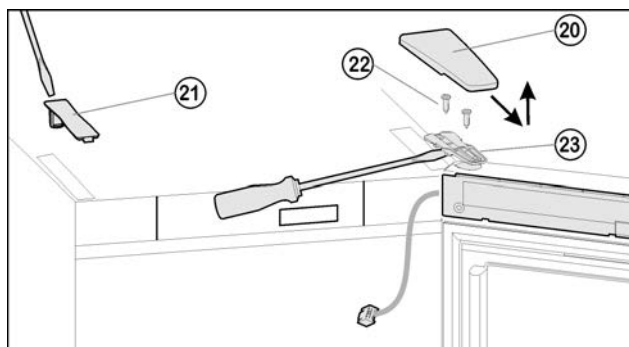
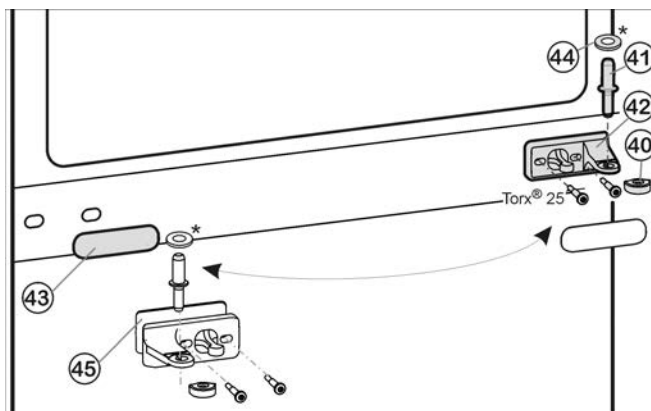
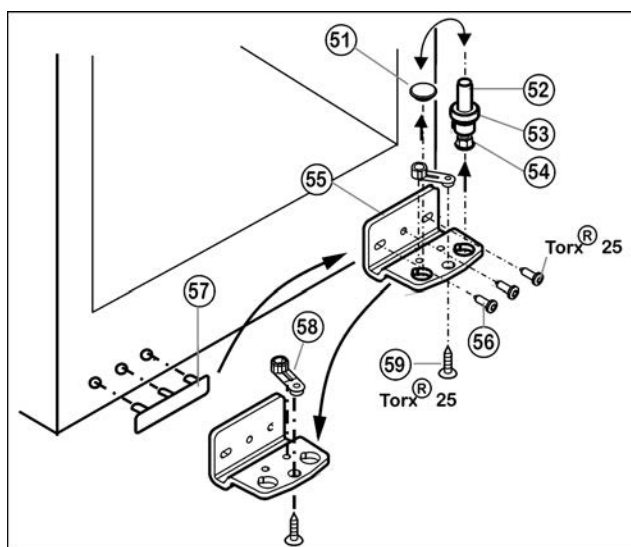

Fig. 6
Fig. 7
Fig. 8
- ▶ Крышку Fig. 6 (20) снимите движением вперед и вверх
- ▶ Снимите крышку Fig. 6 (21).
- ▶ Полностью выверните винты Fig. 6 (22).
- ▶ Снимите дверцу вместе с опорным кронштейном Fig. 6 (23) и кабелем вверх. Для снятия, возможно, понадобится осторожно подцепить опорный кронштейн снизу шлицевой отверткой.
- ▶ Вытащите из опорного кронштейна и нижней дверцы средний опорный палец Fig. 7 (41).
- ▶ Снимите пластмассовый колпачок Fig. 7 (40).
- ▶ Открутите средний опорный кронштейн Fig. 7 (42) (2 шт. Torx® 25).
- ▶ Осторожно снимите накладку Fig. 7 (43).
- ▶ Прикрутите средний опорный кронштейн Fig. 7 (42) с подкладкой Fig. 7 (45) с поворотом на 180° на новую сторону шарнира (с моментом 4 Нм).
- ▶ Защелкните накладку Fig. 7 (43), повернув на 180°, на сторону, где теперь будет ручка.
- ▶ Извлеките опорный винт Fig. 8 (52) в комплекте с шайбой Fig. 8 (53) и регулируемой опорой Fig. 8 (54), вытягивая его вверх.
- ▶ Снимите пробку Fig. 8 (51).
- ▶ Открутите Fig. 8 (56) опорный кронштейн Fig. 8 (55).
- ▶ Открутите Fig. 8 (59) опорную деталь Fig. 8 (58) и, переставив в отверстие на противоположной стороне опорного кронштейна, снова прикрутите.
- ▶ Осторожно снимите и переставьте на противоположную сторону крышку со стороны ручки Fig. 8 (57).
- ▶ Снова прикрутите опорный кронштейн Fig. 8 (55) на новую сторону шарнира (с моментом 4 Нм). При необходимости используйте аккумуляторный шуруповерт.
- ▶ Переставьте пробку Fig. 8 (51) в свободное отверстие.
- ▶ Вновь установите опорный винт Fig. 8 (52) в комплекте с шайбой и регулируемой опорой. При этом фиксатор должен быть направлен назад.
- ▶ Установите дверь сверху на опорный палец Fig. 8 (52).
- ▶ Снова наденьте пластмассовый колпачок Fig. 7 (40) на средний опорный кронштейн Fig. 7 (42).
- ▶ Вставьте средний опорный палец Fig. 7 (41) через средний опорный кронштейн Fig. 7 (42) в нижнюю дверцу.
- ▶ Установите верхнюю дверцу на средний опорный палец Fig. 7 (41), закройте дверцу и установите верхний опорный кронштейн Fig. 6 (23) так, чтобы он защелкнулся в верхней стороне устройства.
- ▶ Закрутите опорный кронштейн Fig. 6 (23) (с усилием 4 Нм). При необходимости просверлите отверстия или используйте аккумуляторную отвертку.
- ▶ Защёлкните крышку Fig. 6 (20) и крышку Fig. 6 (21).
- ▶ При необходимости выровняйте дверцы через два продольных паза в нижнем опорном кронштейне Fig. 8 (55) и среднем опорном кронштейне Fig. 7 (42) параллельно корпусу устройства. Для этого выкрутите средний винт на нижнем опорном кронштейне Fig. 8 (55).